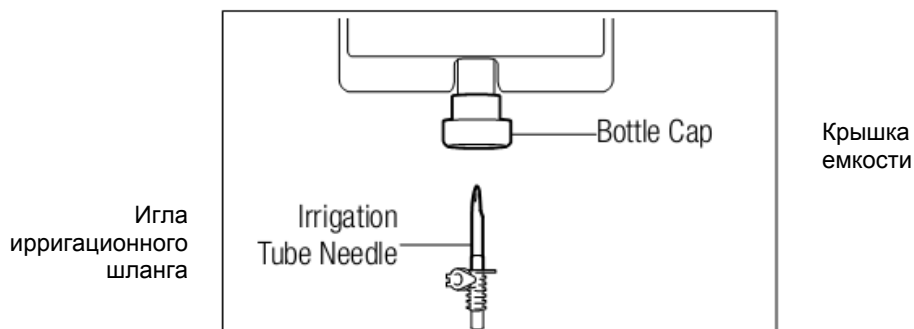

Рис. 11
- 1) Установите емкость с охлаждающей жидкостью на штатив и вставьте иглу ирригационного шланга в крышку емкости (рисунок 11).